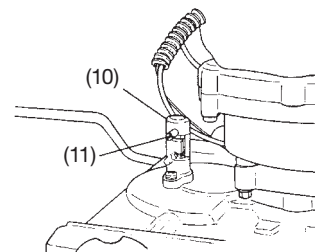

Fig. 8
- 6) Quando la trivella viene inceppata mentre si scava, ed è difficile ritirarla dal suolo, arrestare il motore e bloccare la trivella con il perno di blocco, per facilitare il lavoro. (Fig. 8). (La regolazione del perno di blocco viene fatta girando leggermente la testa di potenza mentre si preme il perno. Poir cercare l'impugnatura del perno nel senso orario per bloccare).